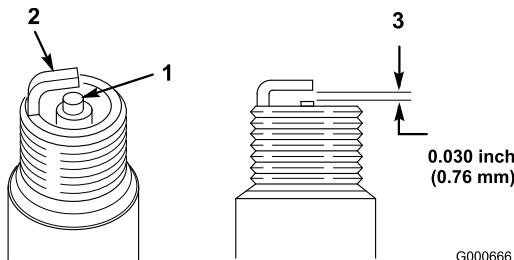

Figura 27
1. Mire la parte central de la bujía (Figura 27). Si se observa un color gris o marrón claro en el aislante, el
2. Compruebe la separación entre los electrodos central y lateral (Figura 27) y doble el electrodo lateral si la separación no es correcta.